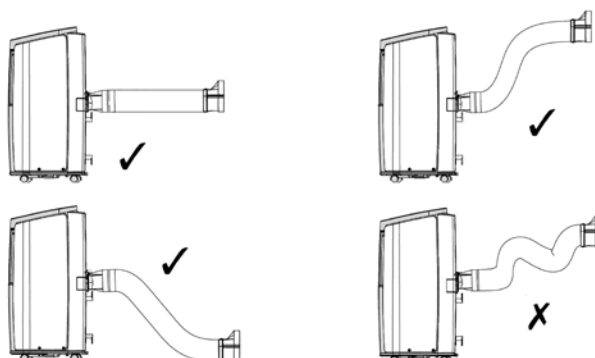

Afbeelding 4
- 6** Verbind de luchtslang met koppelstuk A (zie afbeelding 1) aan de airconditioner door deze door de geleidingen A aan de achterzijde van de airconditioner omlaag te schuiven tot voorbij de sluiting B (zie afbeelding 4).